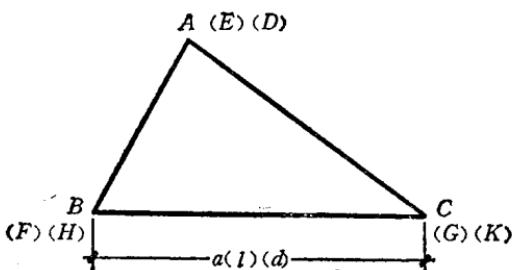

图 1-1
(3) 还有一类符号是任意选用的，没有什么特殊要求和限制，也没有通用性，例如图1-1所示的三角形，三个顶点用A、B、C表示就可以，如果觉得不方便（例如已有一个三角形的三顶点用A、B、C表示，这个三角形的三顶点再用A、B、C表示，就会产生混淆），那么也可以采用E、F、G（或D、H、K等）。而三角形的边长可以用a表示，也可以用l或d等表示。不过选用这类符号时，也要照顾到习惯条件，例如三角形的顶点通常是用大写字母、边长通常是由小写字母表示，如果“顶点A”改为“顶点a”，那就不得了了。